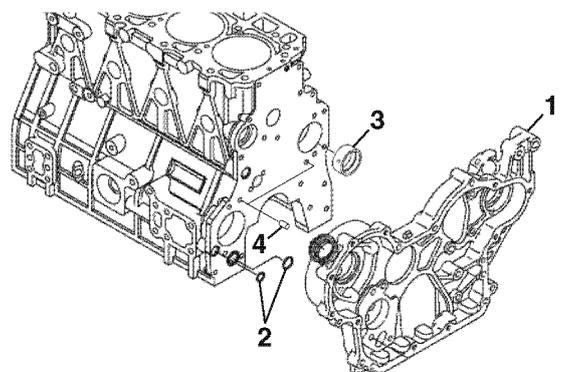
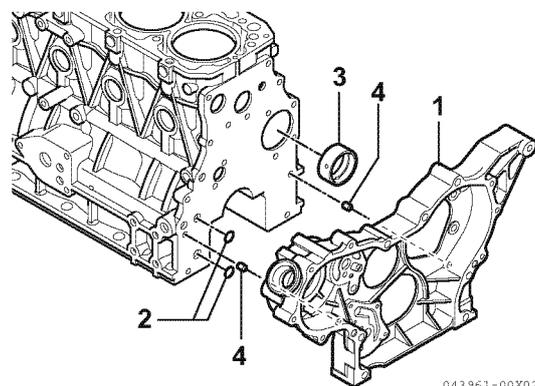

Figure 6-104
Figure 6-105
1. S'il a été déposé, installez un coussinet d'arbre à cames neuf (3, **Figure 6-104** et **Figure 6-105**) à l'aide de l'outil de service approprié.
3. **4TNV98C, 4TNV98CT** : Installez deux joints toriques neufs (P14 et P20) (2, **Figure 6-104**) et deux goupilles (4, **Figure 6-104**) dans le bloc-cylindres.
4. **3TNV88C - 4TNV86CHT, 3TN86CHT, 4TN86CHT** : Réinstallez les goupilles (4, **Figure 6-105**) et les deux joints toriques neufs (2, **Figure 6-105**).
5. Réinstallez le carter d'engrenage (1, **Figure 6-104**) ou la plaque avant (1, **Figure 6-105**). Serrez les boulons au couple prescrit.